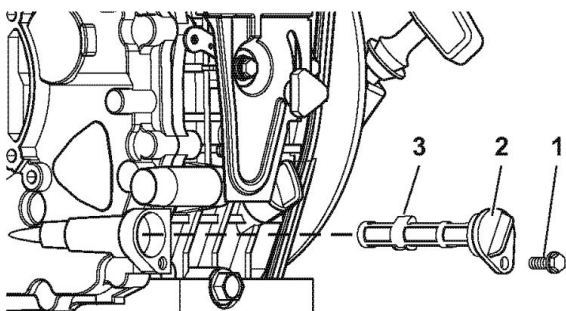

Abb.8-4: Ölfilter wechseln
- ➔ Entfernen Sie die Fixierschraube des Ölfilterdeckels (1, Abb. 8-4).
- ➔ Ziehen Sie den Ölfilterdeckel (2) heraus und entfernen Sie den Ölfilter (3).
- ➔ Setzen Sie den neuen Ölfilter ein (3).
- ➔ Vergewissern Sie sich, dass der Ölfilterdeckel korrekt eingesetzt wurde (2).
- ➔ Setzen Sie die Ölfilter-Fixierschraube wieder ein und ziehen Sie diese fest (1).